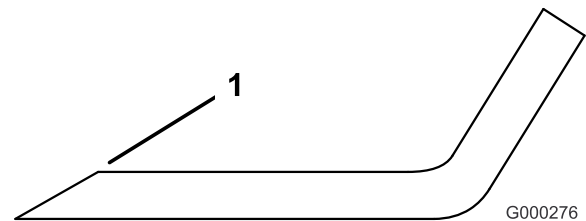

**Figura 84**
2. Verificate accuratamente i taglienti, con particolare attenzione ai punti d'incontro delle sezioni piatta e curva della lama (Figura 84).
**Nota:** Sabbia e materiali abrasivi possono consumare il metallo che connette le sezioni piatta e curva della lama, per cui si consiglia di controllare la lama prima di usare il tosaerba. Se riscontrate segni di usura (Figura 84), sostituite la lama.